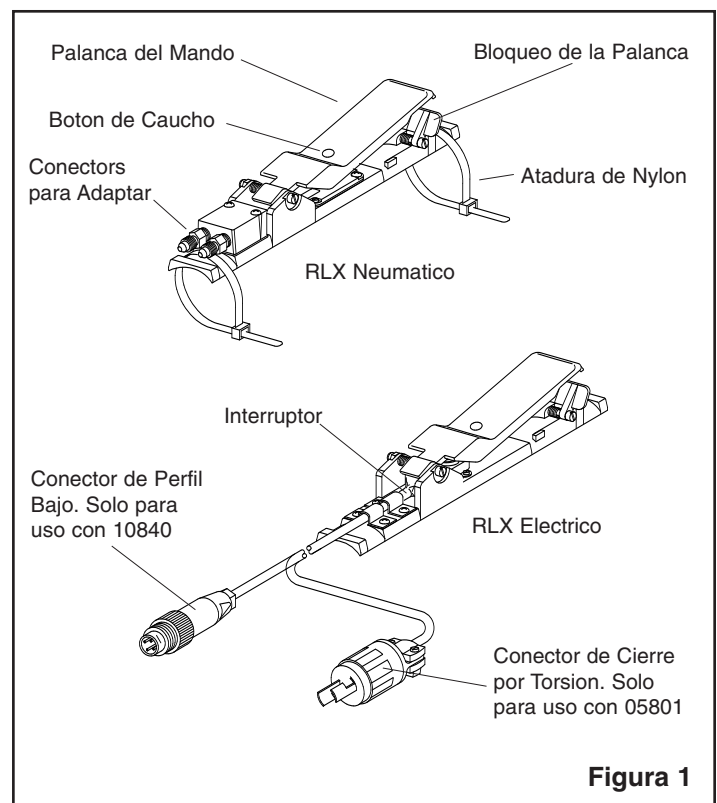

Figura 1
1.3.1 Los componentes principales del mando de control se muestran en la Figura 1. El mando de control es el activador principal de los sistemas de control remoto Clemco. Cuando la palanca del mando de control está hacia arriba, está en posición para no chorrear. Al presionar hacia abajo la palanca del mando de control se activan los controles remotos.